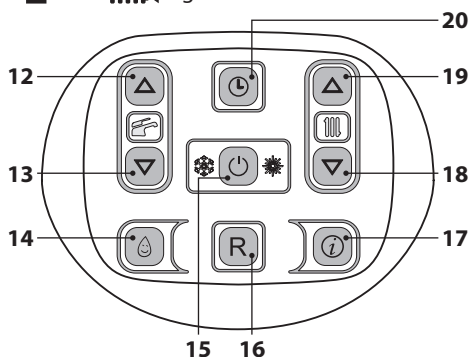

Figura 6.7
- Tenere premuto per 2 secondi il tasto 15 fino a far apparire sul display entrambi i simboli  e  (Figura 6.7).
- Spegnerla la caldaia tenendo premuto per 2 secondi il tasto 15 (Figura 6.7) fino a far apparire sul display LCD il simbolo — — — — (Figura 6.6).